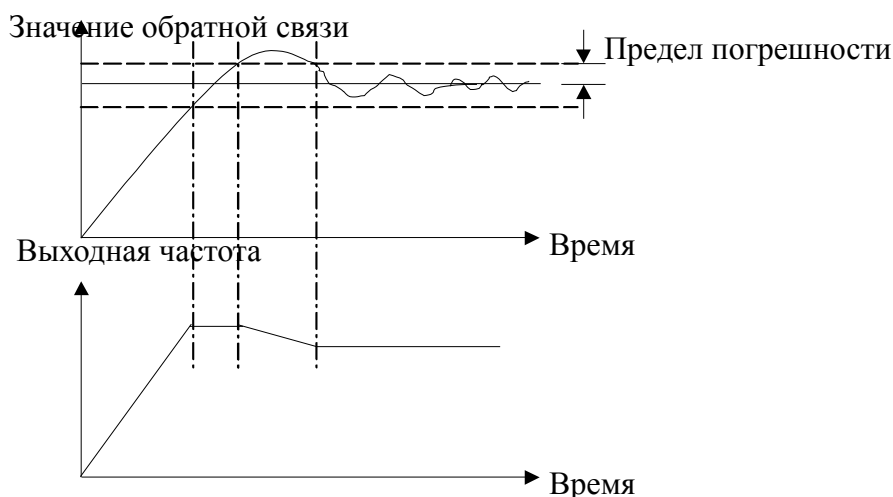

Рис. 6-42. Предельная погрешность
1. На рис. 6-42 0-100% на оси X соответствует аналоговому входу -10-10В; 10 В аналогового входа соответствует 100%, а -10В соответствует 0%, 6В соответствует 80%.
Этим параметром определяется максимальное отклонение выходных значений от образцовых, как показано на рис. 6-42. Регулятор замкнутого контура прекращает работу, когда значение обратной связи попадает в этот диапазон. Корректная установка данного параметра позволяет увеличить выходную точность и стабильность системы.